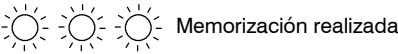

fig. 5.30
- 5 Para memorizar la configuración, pulsar el botón de reposición (6) durante 5 segundos aproximadamente, hasta que los indicadores luminosos de señalación parpaddeen simultáneamente como en fig. 5.30